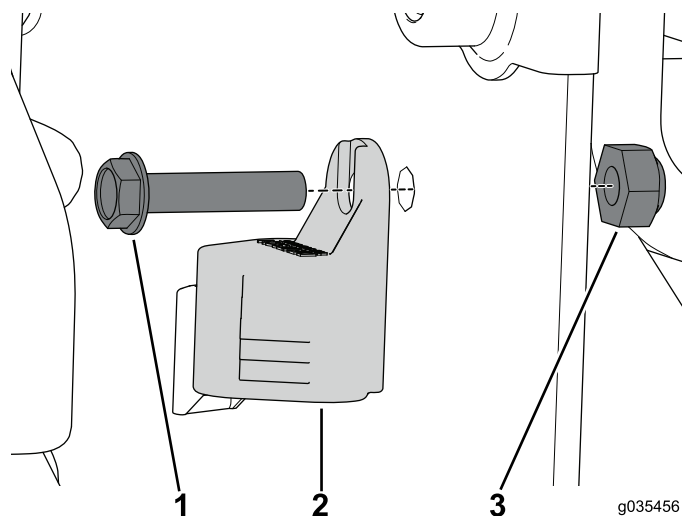

Figura 16
9. Utilizzate il bullone (n. 10 x 7/8 poll.) e il dado di bloccaggio per fissare il tappo alla scatola del controller (Figura 16).